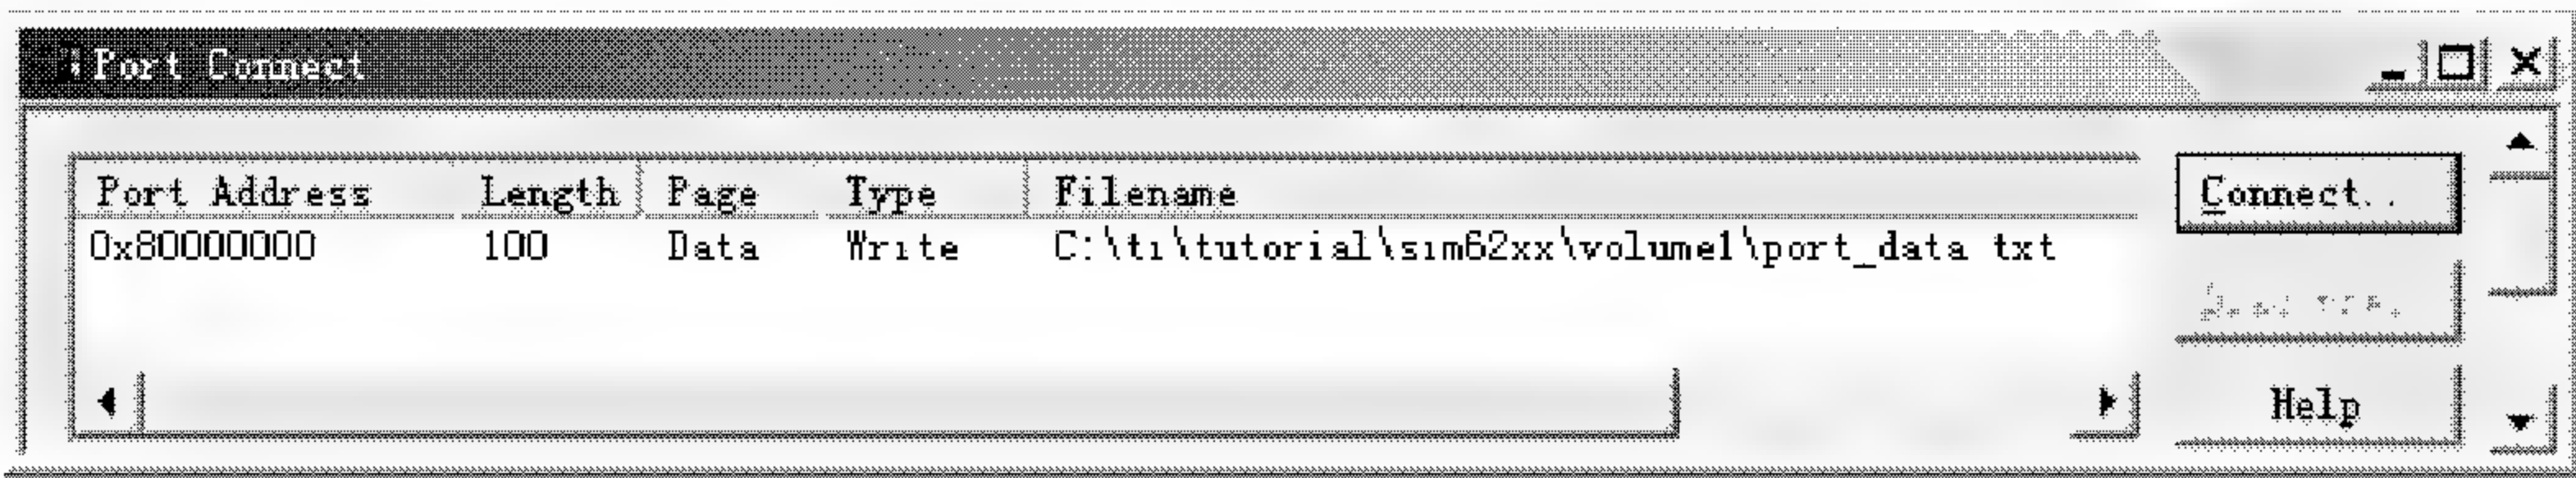

图 3.22 Port Connect 窗
(1) 选择 Tools → Port Connect，打开 Port Connect 窗，如图 3.22 所示。